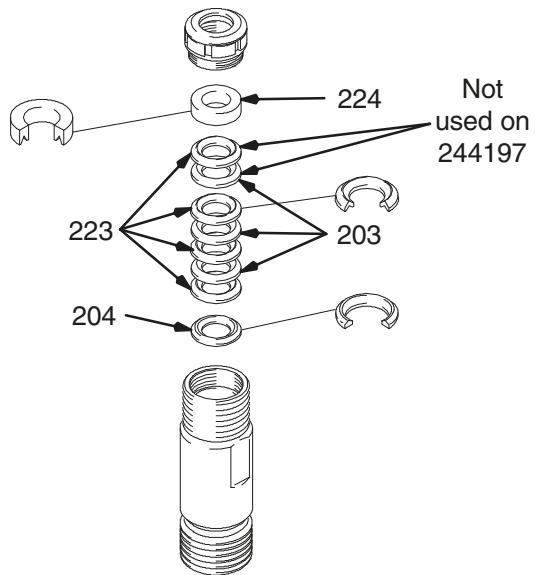

Fig. 12
Fig. 12. La alle lærpakningene ligge i SAE 30W-olje i minst én time før de monteres. Legg hanmutteren (204) på sylinderen. Legg vekselvis UHMWPE (203) og lærpakninger (223) (merk retning). Legg hunmutteren (224) på toppen av sylinderen. Plasser pakningene.